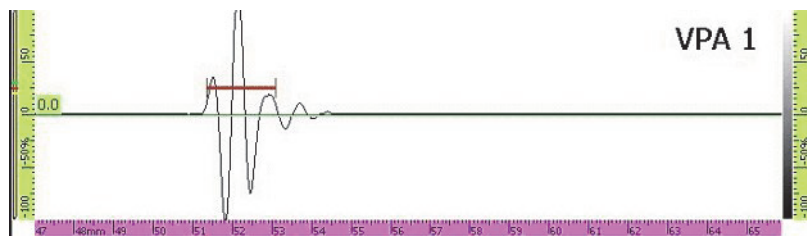

图 7-6 球面信号上的闸门 A
7. 使用**起始**和**宽度**参数按钮，在信号上设置闸门 A，如第 173 页的图 7-6 所示。